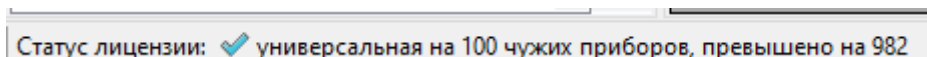

Рисунок 181. Ошибка. «Количество чужих приборов превышено»
6. В левом нижнем углу Конфигуратора БД появляется ошибка на превышение количества чужих приборов (рисунок 181).